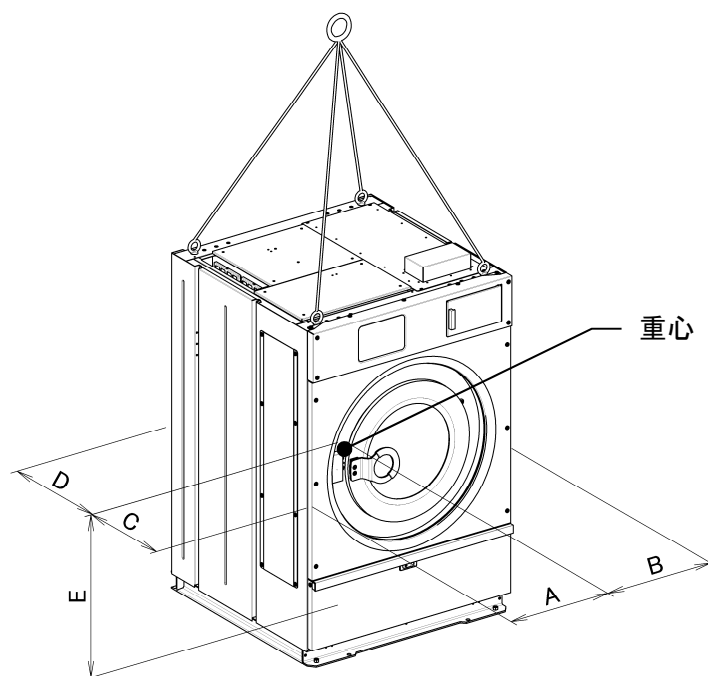

図3-1
- 3) クレーン等で本機を吊り上げるときは、本体上部四隅(図3-1)の4ヶ所に必ずフックを掛けて吊り上げます。
#### 4) 重量と重心(図3-1)